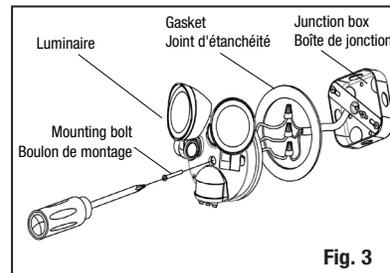
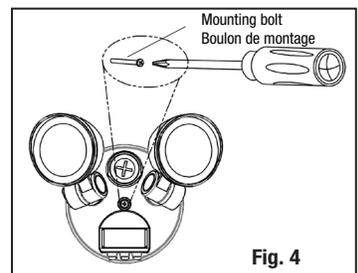

Fig. 3
Fig. 4
3. Place the gasket between the luminaire and the junction box (Fig. 3).
4. Pass the wires through the gasket. Connect the wires using wire nuts as follow: GROUND luminaire bracket wire (green) connected to the supply wire (green), LINE luminaire wire (black) connected to line power supply wire (black), NEUTRAL luminaire wire (white) connected to neutral wire (white) (Fig. 3).
5. Install the luminaire on the surface. Insert and tighten the mounting bolt onto the mounting bracket (Fig. 3 and Fig. 4).
NOTE: Make sure that the gasket is in place. Make sure all wires are in the junction box or luminaire housing before installing the luminaire onto the junction box to avoid pinching wires (Fig. 3).
3. Placer le joint d'étanchéité entre le luminaire et la boîte de jonction (Fig. 3).
4. Passer les fils à travers le joint d'étanchéité. Connecter les fils en utilisant des capuchons de connexion comme suit. Le fil du support de montage de luminaire GROUND (vert) est connecté au fil d'alimentation de mise à la terre (vert), le fil du luminaire LINE (noir) est connecté au fil d'alimentation de ligne (noir), le fil du luminaire NEUTRE (blanc) est connecté au fil neutre (blanc) (Fig. 3).
5. Installer le luminaire sur la surface. Insérer et serrer le boulon de montage sur le support de montage (Fig. 3 et Fig. 4).
NOTE: Assurez-vous que le joint d'étanchéité est en place. Assurez-vous que tous les fils sont dans la boîte de jonction ou dans le boîtier du luminaire avant d'installer le luminaire sur la boîte de jonction pour éviter de pincer les fils (Fig. 3).